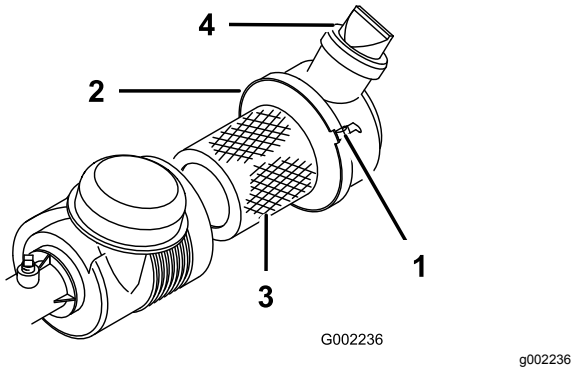

図 39
エアクリーナ本体にリーク原因となる傷がないか点検してください。本体とカバーがしっかり密着しているのを確認してください。破損したボディーは交換してください。また、使用ごとにバルブ (図 39) をひねって、ゴミを落としてください。フィルタの定期整備間隔は100運転時間です。
3. ストラップをゆるめてカバーとボディー (図 39) を分離する。
7. ストラップを固定する (図 39)。
4. カバーを取り付け、バルブを下にしてストラップで固定する (図 39)。